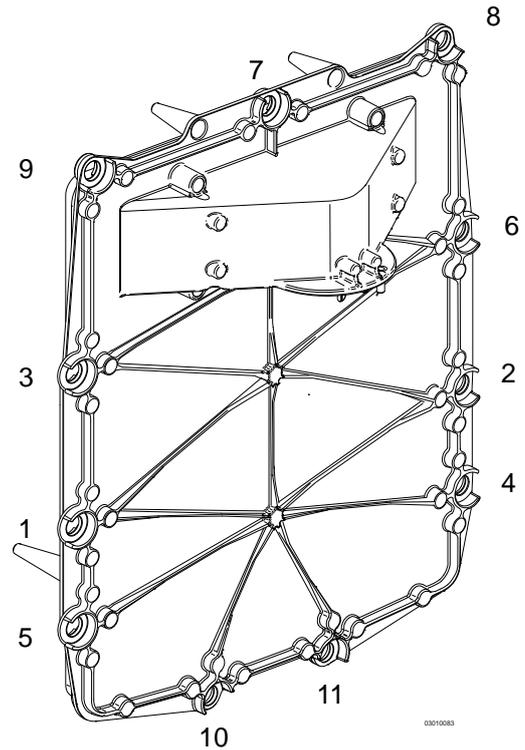

Fig. 62: Séquence de serrage des vis traversantes
- ➔ Serrez les vis manuellement et uniformément à (10-12 Nm) en respectant l'ordre indiqué de la Fig. 62